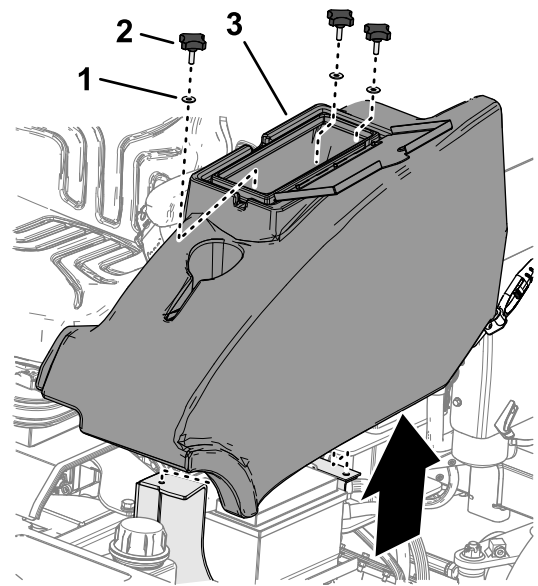

Figura 47
2. Rimuovete le 3 manopole e le 3 rondelle che fissano il vano portaoggetti alla macchina, e rimuovetelo (Figura 47).
1. A sinistra della piattaforma dell'operatore, aprite lo sportello del vano portaoggetti (Figura 47).